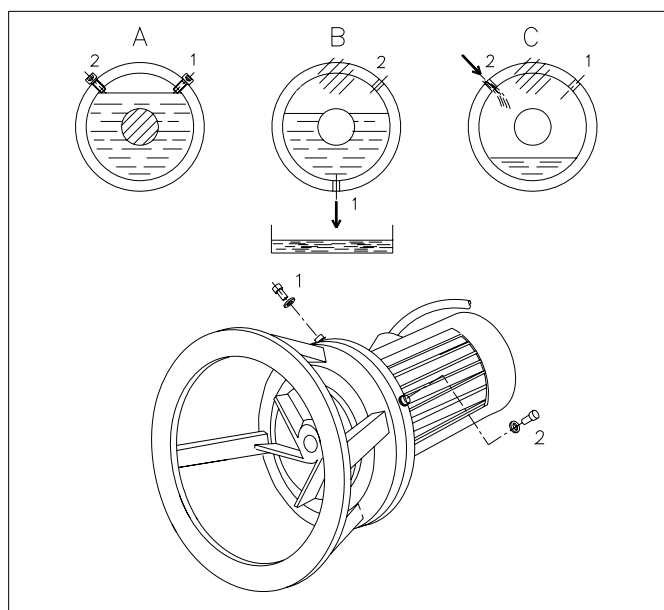

Fig. 6.4
Coloque a misturadora na posição horizontal com a bucha de drenagem do óleo (1) na posição mais baixa (Fig. 6.4, posição B).
Coloque uma caixa de captação de óleo embaixo da bucha de drenagem do óleo. Retire a bucha e deixe que todo o óleo escorra para a caixa. Gire a misturadora de volta à sua posição inicial. (Fig. 6.4, posição C).
Encha o depósito de óleo com óleo novo, até que o nível de óleo esteja logo embaixo da abertura de enchimento. (Fig. 6.4, posição A). Torne a colocar a bucha de drenagem do óleo.